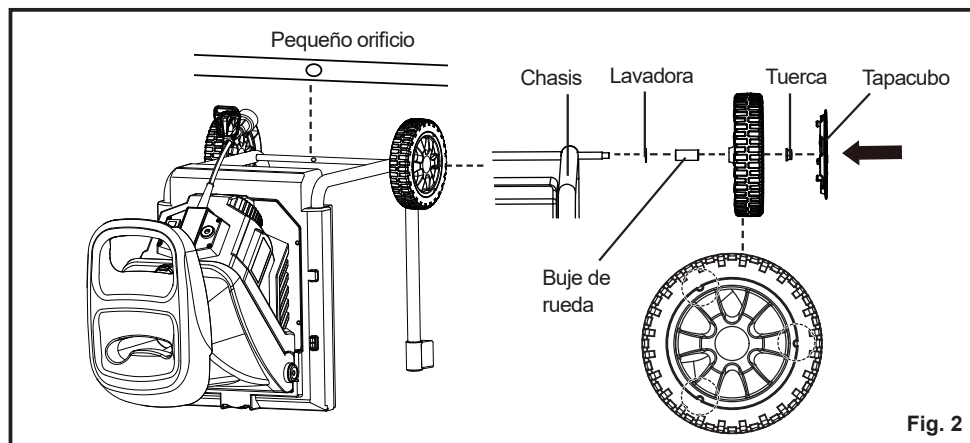

Fig. 2
- Deslice el eje a través de los 2 orificios situados en las curvas de los chasis. Coloque una arandela y un casquillo de rueda en un extremo del eje. Por último, apriete las tuercas en cada extremo del eje con la llave suministrada (Fig. 2).
NOTA: Introduzca la llave hexagonal suministrada en el pequeño orificio del eje y sujétela para evitar que el eje gire al apretar las tuercas (Fig. 2).
- Coloque los tapacubos. Asegúrese de que los huecos correspondientes y las secciones salientes de los tapacubos y las ruedas están alineados. Golpee los dos tapacubos con una herramienta adecuada hasta que encajen en su sitio. Asegúrese de que las juntas estén lisas (Fig. 2).